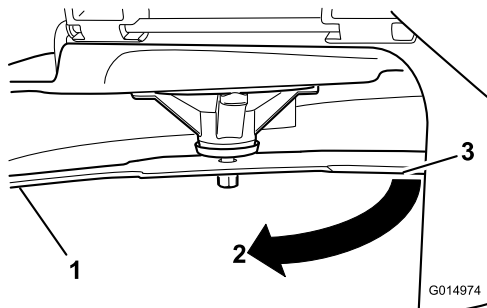

Figura 79
3. Distancia medida entre la cuchilla y la superficie (A)
4. Gire la misma cuchilla 180 grados de manera que el otro extremo esté en la misma posición (**Figura 79**).